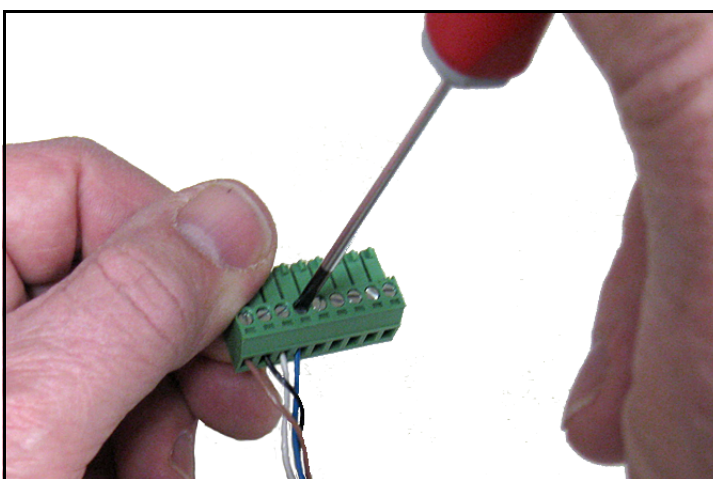

Рисунок 28: Соединение кабеля с соединителем
3. Обратитесь к *Таблица 1* ниже и *Рисунок 28* для подсоединения конца кабеля зонда с четырьмя жилами к штырькам 10, 11, 12 и 13 нижней клеммной колодки.